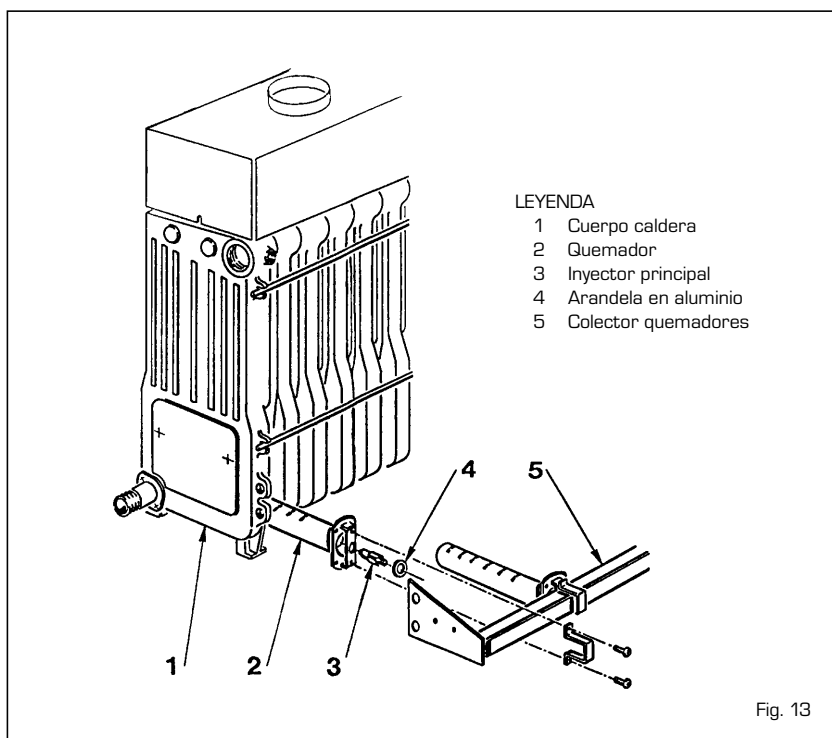

Fig. 13
- Quitar los quemadores del colector y dirigir un chorro de aire hacia el interior de los mismos, para que salga el polvo que se haya acumulado. Asegurarse que la parte superior con agujeros de los quemadores, no tenga incrustaciones (fig. 13).